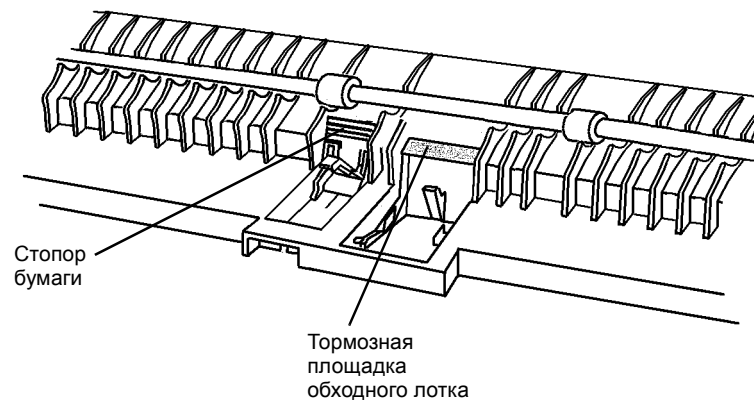

Рисунок 4 Позиционирование стопора бумаги
1. Во избежание застреваний с кодом С3, расположите стопор бумаги и тормозную площадку обходного лотка, как было показано при выполнении шага 2 снятия (Рисунок 4).